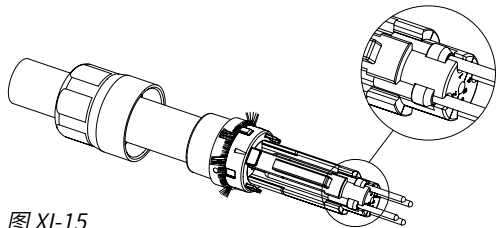

图 XI-15
7. 将插针侧向插入针座。(图 XI-15)。使用针座上的彩色识别标记来确定引脚的分配。